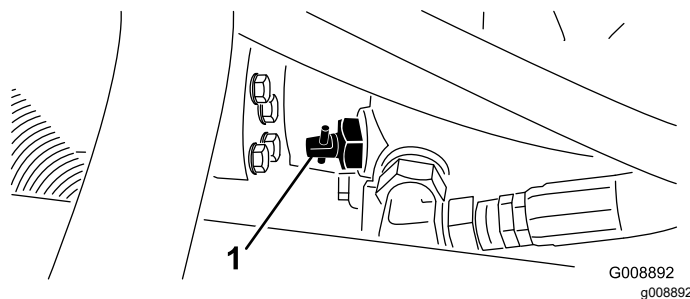

Рисунок 41
1. Найдите перепускной клапан на насосе (Рисунок 41) и поверните его на 90°.